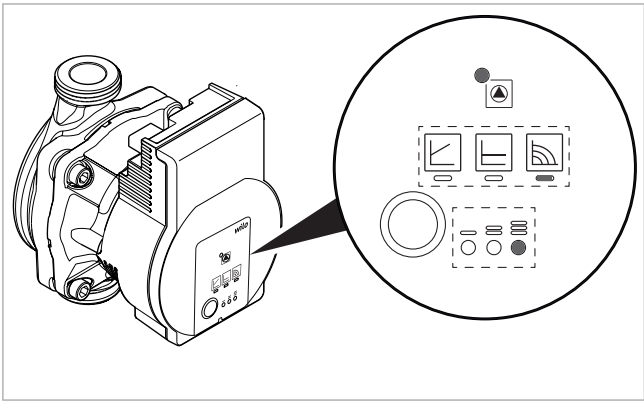

Fig. 117: Configuración básica (revoluciones constantes, curva característica III)
** Con la 9.ª pulsación del botón se vuelve a la configuración básica (revoluciones constantes/curva característica III, véase → fig. 117).